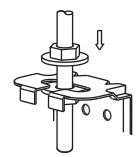

Fig. 5-7
- Installez solidement le climatiseur en serrant les écrous après avoir bien ajusté la position du corps. (voir fig.5-7)